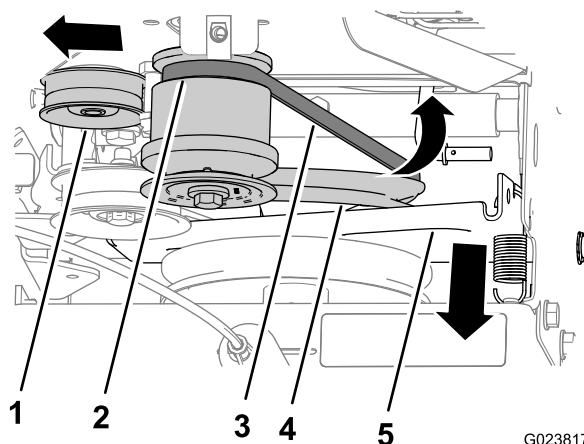

Figura 42
- Tire hacia fuera de la polea tensora (Figura 42).
- Gire el soporte del control de tracción y la polea de tracción hacia adelante (Figura 42).
- Retire la correa de la ranura trasera de la polea del motor y retire la correa de la máquina (Figura 42).
- Coloque la correa en la ranura de la polea de tracción (Figura 42).
- Coloque la correa en la ranura trasera de la polea del motor (Figura 42).